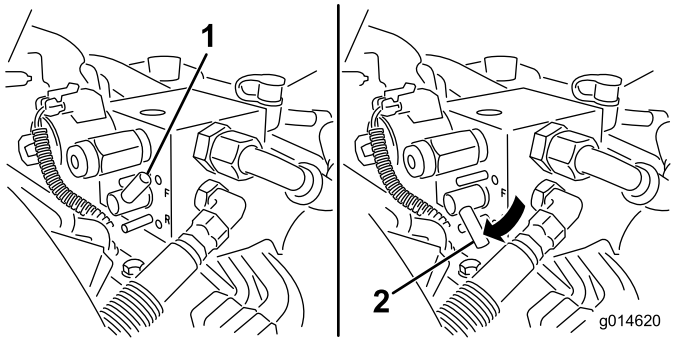

Bild 55
5. Drehen Sie den Lapphebel auf Rückwärts (R) (Bild 55).